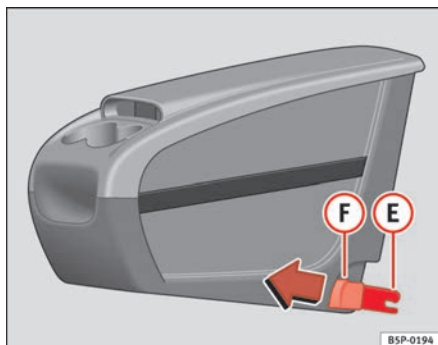
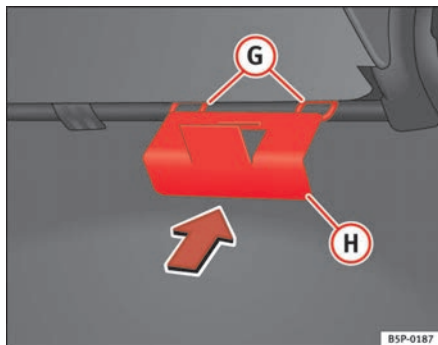

Abb. 111 Zusätzliche Ablage. Anbringen
Abb. 112 Halteplatte der zusätzlichen Ablage
- Die Halteplatte **(H)** ⇒ Abb. 112 der zusätzlichen Ablage vom Fahrzeuginnern aus auf der Rückseite des Sitzes befestigen. Sie muss sich zwischen der Lehne und dem Sitzkissen im Bereich des mittleren Rücksitzes befinden.
- Die beiden Befestigungselemente **(E)** ⇒ Abb. 111 zu den beiden Befestigungsringen **(G)** ⇒ Abb. 112 ausrichten und die beiden Klammern vollständig in die Befestigungsringe eindrücken.
- An den Knöpfen ⇒ Abb. 111 **(F)** der Klammern nach vorne ziehen (rote Knöpfe), bis sie hörbar ausgehängt sind.